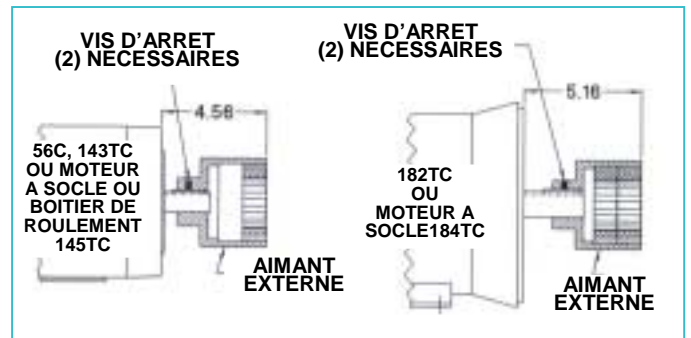
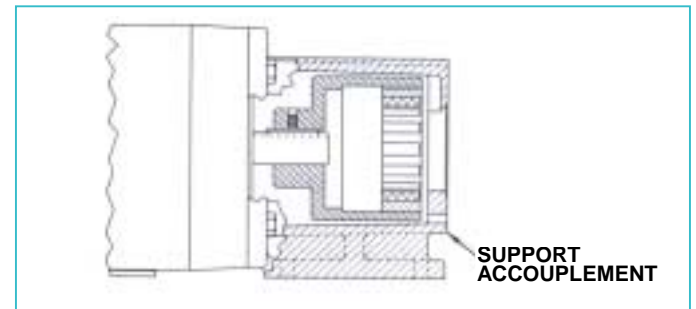

FIGURE 27
FIGURE 28
1. Vérifiez qu'aucun objet métallique ne soit attaché aux aimants. Retirez les corps étrangers. Situez l'aimant externe selon ses dimensions (Voir Figure 27). Appliquez du Loctite et serrez les vis d'arrêt sur le moteur, ou le boîtier de roulement & arbre.
2. Montez le support d'accouplement sur le moteur (ou boîtier de roulement) et fixez avec 4 vis (Figure 28). Avancez la main et faites tourner les aimants manuellement afin de vérifier l'absence de toute interférence. En cas de frottement, vérifiez la dimension à la Figure 27 ou contactez l'usine.